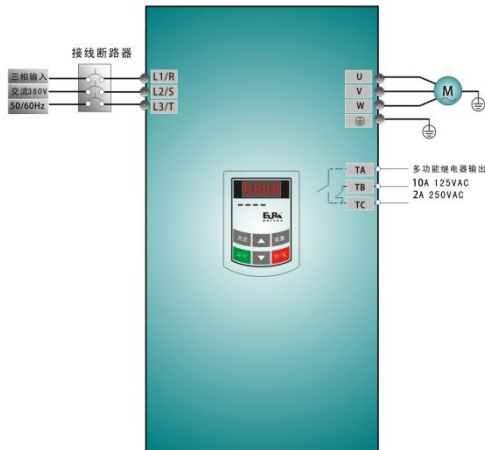

图 4-1 接线图 1
- (1) 按图 4-1 配线，检查接线正确后，合上空气开关，变频器上电；
- (2) 按“方式”键，进入编程菜单。
- (3) 若将 F137 设为 3，需要进行电机定子电阻参数测量，F137≠3 时，直接操作第 4 步；
- (2) 按“方式”键，进入编程菜单；
- (3) 进行电机参数测量；操作步骤与例 1 完全相同。
- (4) 设置变频器的功能参数；